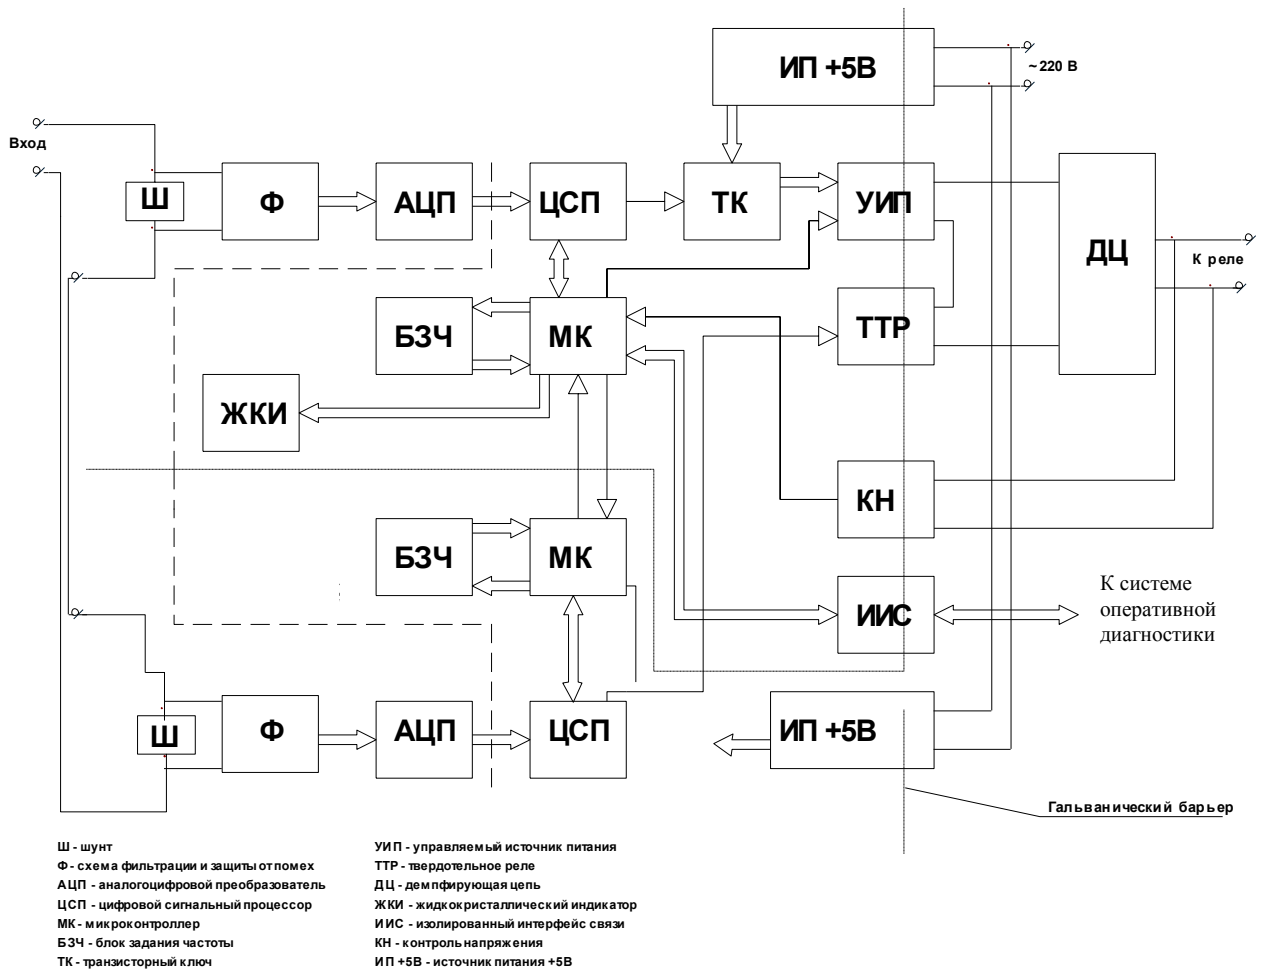

Рис.2. Структурная схема УПП-1
1.2.1.1. Структурная схема УПП-1 представлена на рис.2 и содержит два идентичных блока обработки, состоящих из шунта Ш, фильтра Ф, АЦП, сигнального процессора ЦСП, микроконтроллера МК, блока задания рабочей частоты БЗЧ.